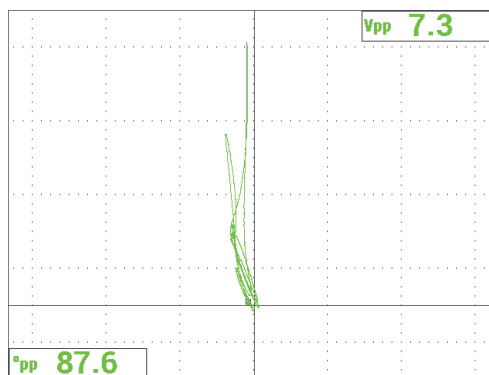

Figura 5-36 Sinal depois do rastreamento padrão completo
6. Pressione a tecla FREEZE (❄️) para descongelar a aquisição, pressione a tecla FULL NEXT (➡️) para alternar o modo de tela cheia, substitua a sonda sobre o padrão (a parte mais longa da sonda paralela aos sulcos), em seguida, pressione a tecla (⊕) para rastrear toda a peça. O sinal resultante é mostrado na Figura 5-36 na página 153.